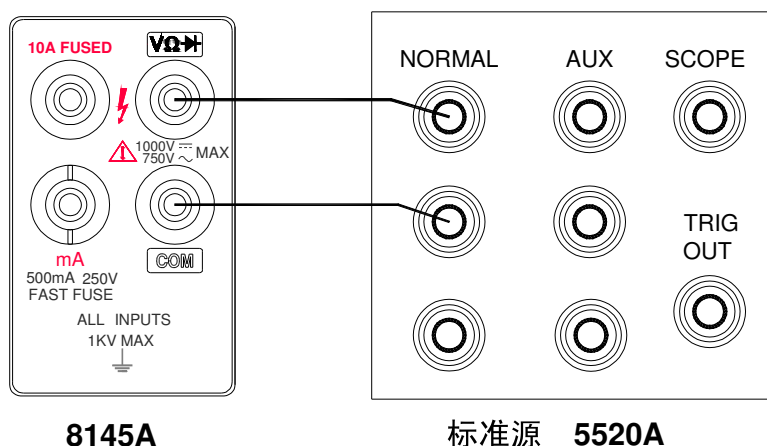

图 4—1
- 1、用一条测试导线将 8145A 的 V、 Ω 、 \blacktriangleright 和 COM 输入端同 5520A 的输出 NORMAL 的 Hi、Lo 端连接起来，如图 4—1 所示：